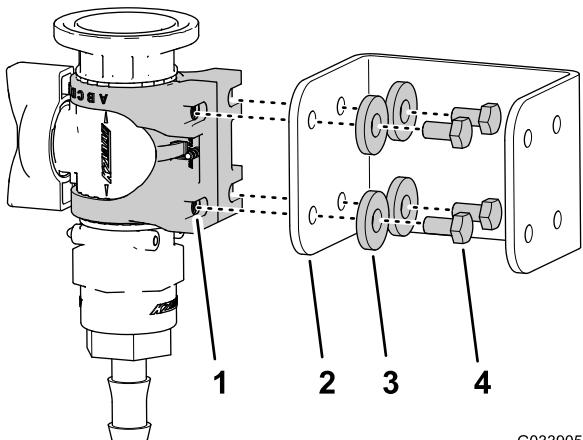

Рисунок 28
3. Установите крепление клапана на кронштейн регулирующего клапана (Рисунок 28) с помощью 4 болтов (6 x 12 мм) и 4 плоских шайб; затяните болты с моментом от 10 до 12 Н·м.